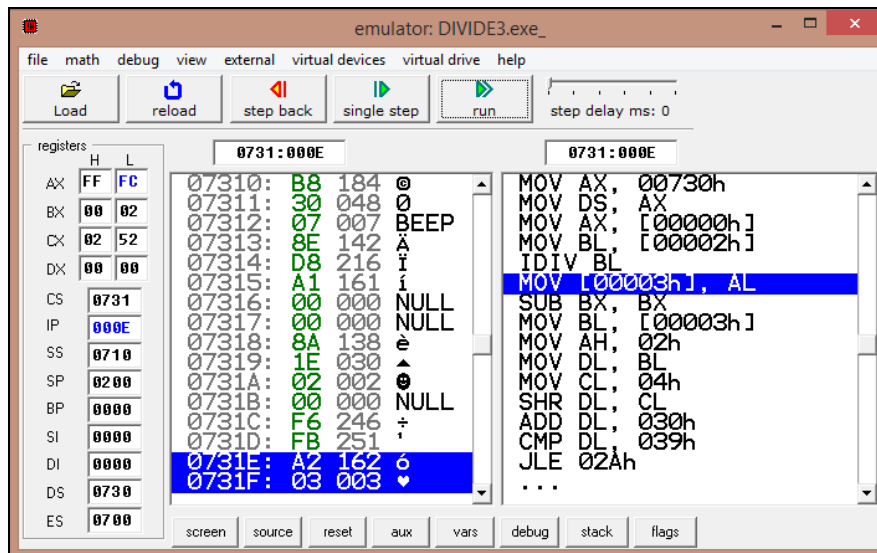

Figura 8.22 - Resultado de divisão no programa.
A operação de divisão de um dividendo negativo **-9** (que internamente será um valor hexadecimal) de 16 *bits* com um divisor **2** (também hexadecimal) de 8 *bits* resulta em um valor hexadecimal de duas posições, ou seja, o resultado da divisão dos valores hexadecimais **-9h / 2h** terá um quociente igual a **FCh** definido no registrador **AL (AX)**. Para esta comprovação acione a tecla de função **<F5>** uma vez e a tecla de função **<F8>** cinco vezes. A Figura 8.22 mostra o resultado na tela da etapa de simulação **emulator: DIVIDE3.exe**.